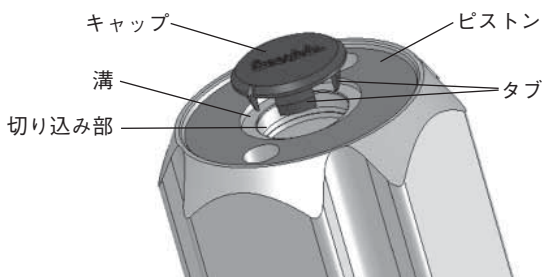

図7
2. 未使用のキャップを溝にはめ込むと、タブがピストンの切り込み部に押し込まれます。(図7参照)